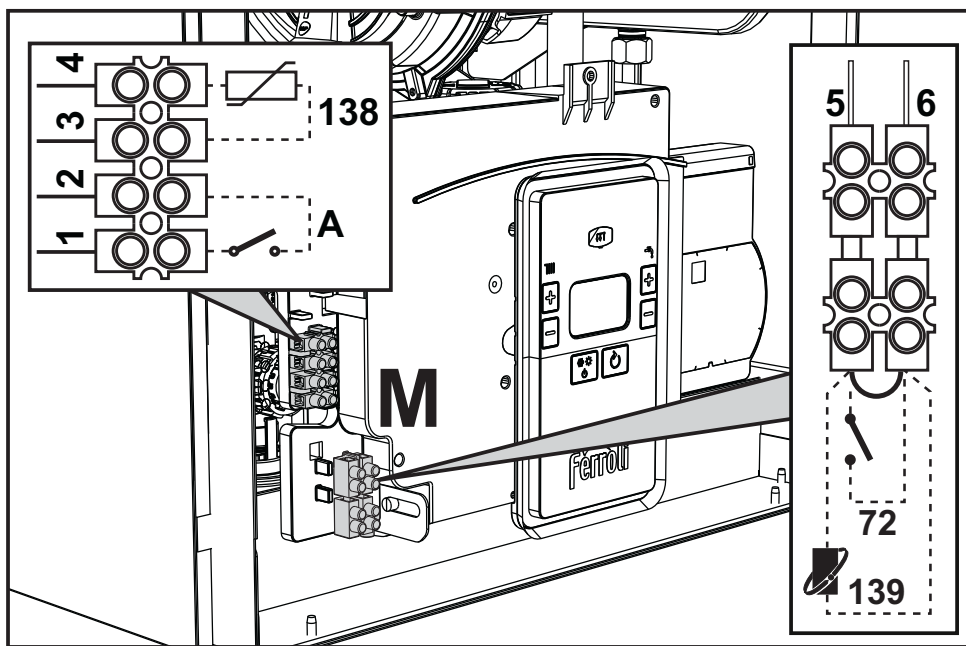
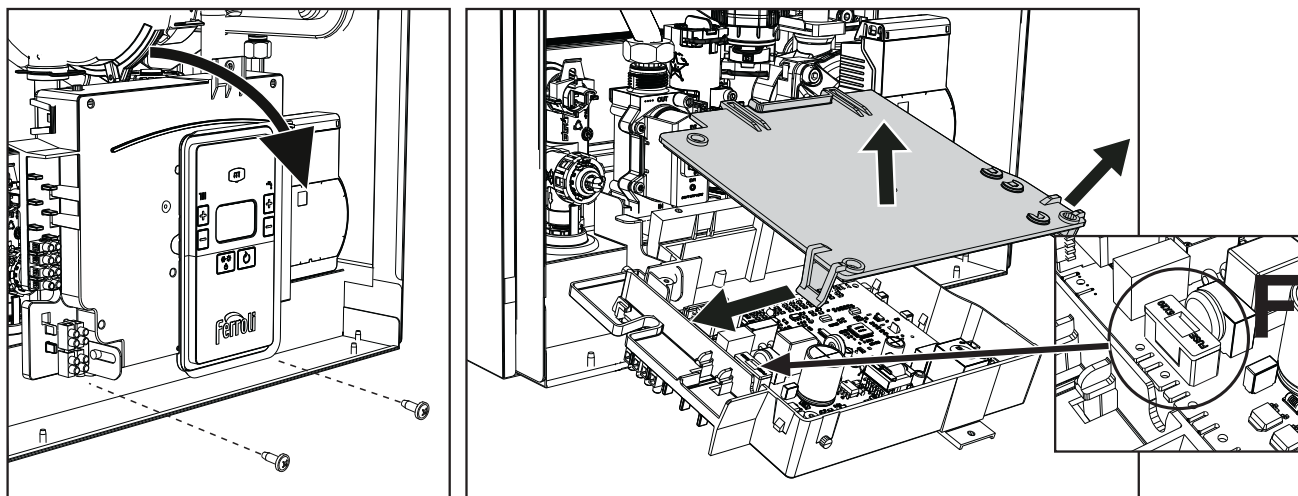

fig. 18
fig. 19
După ce ați scos panoul frontal ( \*\*\* 'Deschiderea panoului frontal' on page 125 \*\*\* ) veți putea avea acces la panoul de borne (M) și la siguranța (F) urmând indicațiile descrise în continuare (fig. 18 și fig. 19). **Bornele indicate în fig. 18 trebuie să aibă contactele curate (nu 230 V).** Dispunerea bornelor pentru diferitele conexiuni este indicată și în diagrama electrică din fig. 45.
### Configurarea întrerupătorului ON/OFF (A fig. 19)